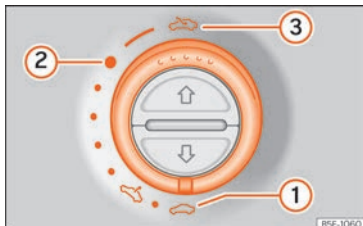

Abb. 15 An der Innenseite des Formhimmels: Schalter drehen zum Öffnen und Schließen.
- Öffnen: Drehen Sie den Schalter auf die Position » » **Abb. 15** ③.
- Komfortstellung: Drehen Sie den Schalter auf die Position » » **Abb. 15** ②.
- Schließen: Drehen Sie den Schalter auf die Position » » **Abb. 15** ①.